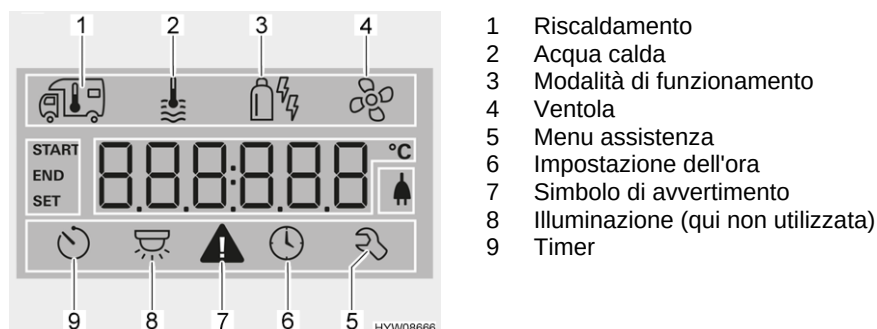

Fig. 154 Display (centralina di controllo)
- Ruotare la manopola/il pulsante (Fig. 153,6), finché il simbolo del menu del riscaldamento (Fig. 154,1) lampeggia.
- Ruotare la manopola/il pulsante (Fig. 153,6), finché il simbolo del menu relativo all'acqua calda (Fig. 154,2) lampeggia.
- Ruotare la manopola/il pulsante (Fig. 153,6), finché il simbolo del menu relativo alla modalità di funzionamento (Fig. 154,3) lampeggia.
- Ruotare la manopola/il pulsante (Fig. 153,6), finché il simbolo del menu delle ventole (Fig. 154,4) lampeggia.
- Ruotare la manopola/il pulsante (Fig. 153,6), finché il simbolo del menu del timer (Fig. 154,9) lampeggia.
- Premere la manopola/il pulsante. Il timer è attivato. Il simbolo del timer (Fig. 154,9) lampeggia quando il timer è programmato e attivo.
In caso di avviso, il relativo simbolo lampeggia (Fig. 154,7). Il riscaldamento rimane in funzione. Se si tratta solo di un guasto temporaneo, il simbolo di avvertimento si spegne autonomamente.